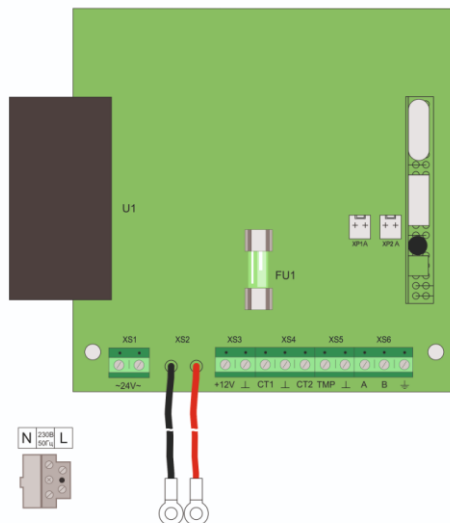

Рис. 3. Внешний вид платы ББП
При подключении клемм СТ1 и СТ2 (см. таблицу 3 и рисунок 3) путем размыкания данных контактов относительно контакта «L» ББП формирует сигналы на внешние устройства об отсутствии электрической сети переменного тока 230 В и разряде АКБ.
- при необходимости дистанционного контроля состояний отсутствия электрической сети переменного тока 230 В и разряда АКБ подключите клеммы СТ1 и СТ 2 (см. таблицу 3 и рисунок 3) к соответствующим устройствам;